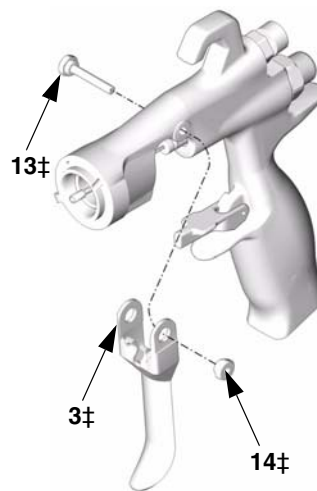

FIG. 38
2. Retire la tuerca del pasador de pivote del gatillo (14‡), el pasador de pivote (13‡), y el gatillo (3‡) utilizando la herramienta especial para pistolas (30) y la llave para tuercas (29). Vea FIG. 38.